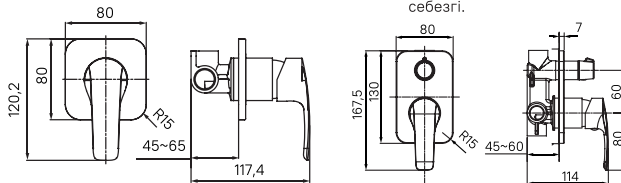

Рис. 5 / 5 сур.
2. В намеченном месте установки смесителя необходимо подготовить нишу для установки корпуса смесителя. Нишу подготавливают путем штробирования стены. Глубину ниши и ее размеры необходимо предусмотреть с учетом размеров корпуса смесителя. При определении глубины ниши необходимо учесть толщину будущей отделки и глубину, на которую может быть установлен смеситель от поверхности будущей стены с отделкой. Справочные размеры указаны на рис. 5.